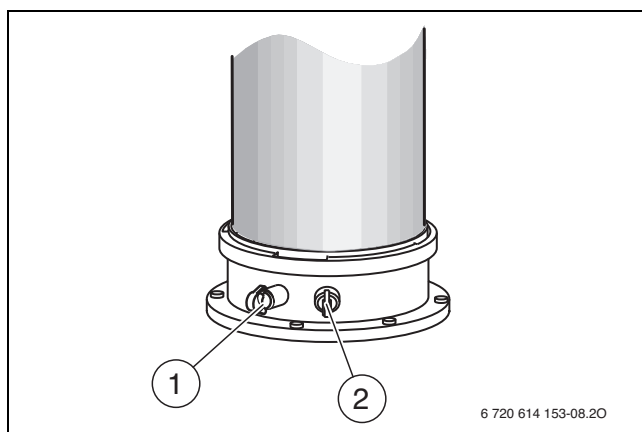

Bild 9 Abgasmessstutzen und Verbrennungsluft-Messstutzen
- ▶ Stopfen am Verbrennungsluft-Messsstutzen (→ Bild 9, [2]) entfernen.
- ▶ Stopfen am Abgasmesssstutzen (→ Bild 9, [1]) entfernen.